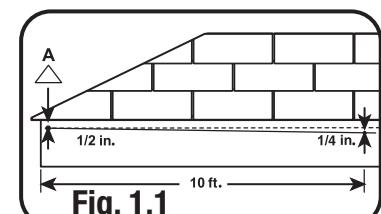

Fig. 1.1
Remove old gutters. Replace or repair fascia if needed. Tack a string to fascia as a guide and level (A). Lower string toward downspout 1/4" for every 10' of gutter and retack string. (Fig. 1.1)
Quita los canales de desagüe anteriores. Sustituye o repara la cubierta del alero si es necesario. Sujeta una cuerda con tachuelas para guiarla, y nivela la pieza (A). Baja la cuerda en dirección al bajante 1/4" por cada 10 pies de canal de desagüe y vuelve a clavarla con otra tachuela. (Fig. 1.1)